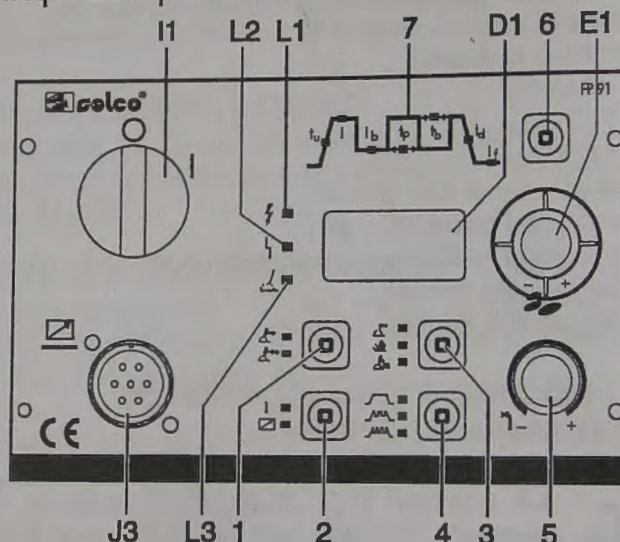

Fig. 2
2.1.3 Pannello comandi frontale FP91 (Fig. 2)